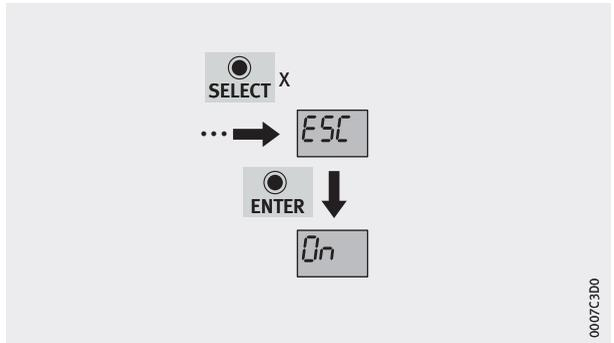

Figura 23
- Para salir del menú Pro se debe proceder como sigue, *figura 23*: